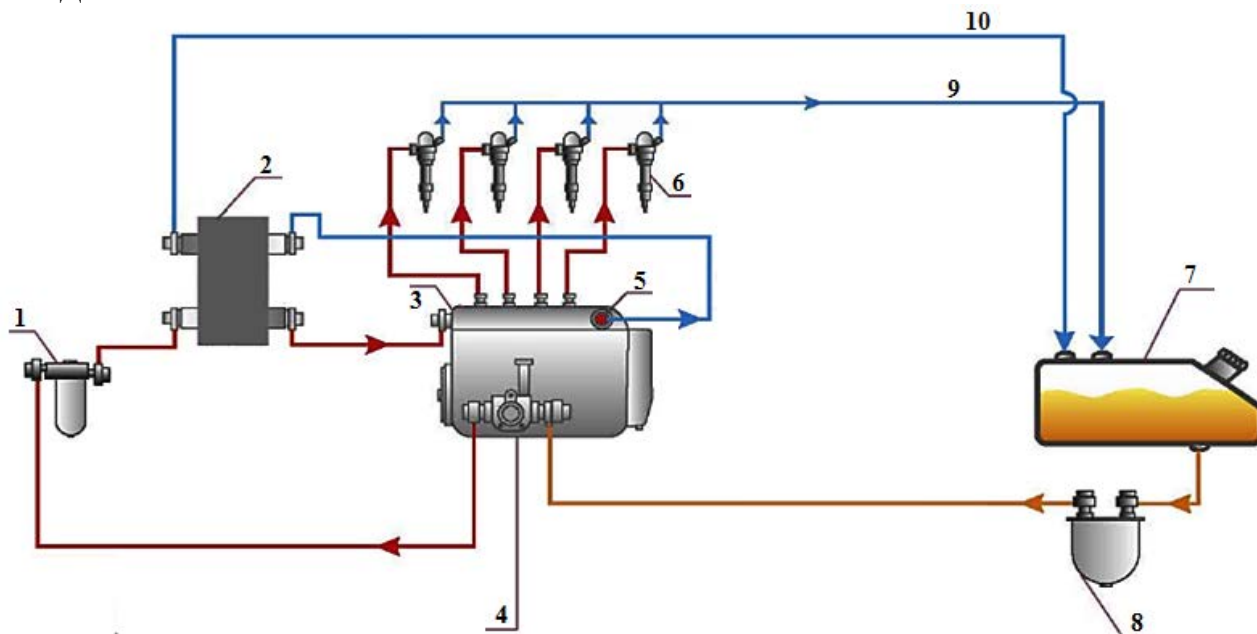

Рис.8. Установка подающей камеры на давление
1) Установка подающей камеры производится в топливную магистраль после ТННД (**на давление**) (см. рисунок 8).